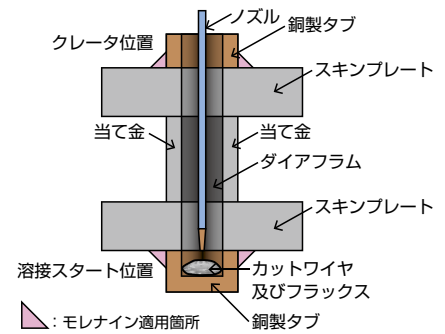

図3 SESNET溶接前の断面概略図
- ① SESNETのノズルを通すため、溶接を行う箇所のスキンプレートに孔あけ加工をします。孔の直径は、ノズルのウィーピングに干渉しないダイアフラムの板厚程度とします。気孔欠陥の防止策として、切削油の除去、乾燥を行ってください。
- ② 溶接スタート部、クレータ部専用の銅製タブをセットします。溶接前に溶接スタート用銅製タブには、アークスタートを安定させるため、カットワイヤ^{NSSW} YK-CM(銅製タブ内の深さ10mm程度)と、SESNET専用フラックス^{NSSW} YF-15Iを規定量の30~70%程度を投入します。
- ③ スキンプレートと銅製タブの間に隙間がある場合、溶融金属が漏れることがありますので、モレナインで隙間をふさぎます。
- ④ SESNET溶接機をセット(図3参照)し、狙い位置、ウィーピング条件などを調整、動作確認をします。
- ⑤ 溶接開始します。アークが発生し、残りのフラックスを添加することで、スラグ浴が生成され、アークが消失し、安定したエレクトロスラグ溶接の状態が得られます。
- ⑥ 溶接後、母材外のスタート部、クレータ部の除去と、超音波探傷試験による合否判定を行います。